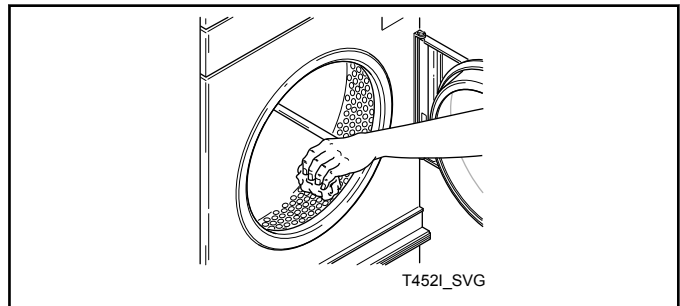

Figura 14
- Limpié el cilindro con un limpiador o detergente general y una solución de agua. Consulte la *Figura 14*.